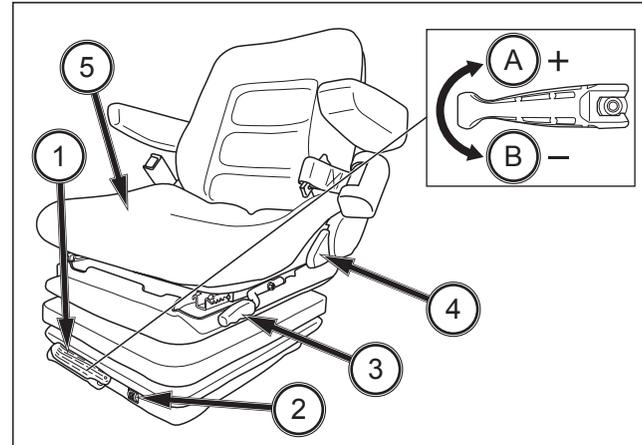

FIG. 107
**Fig. 107 et 108 :** GRAMMER DS85H/90 (Équipement standard pour les tracteurs de type à cabine)